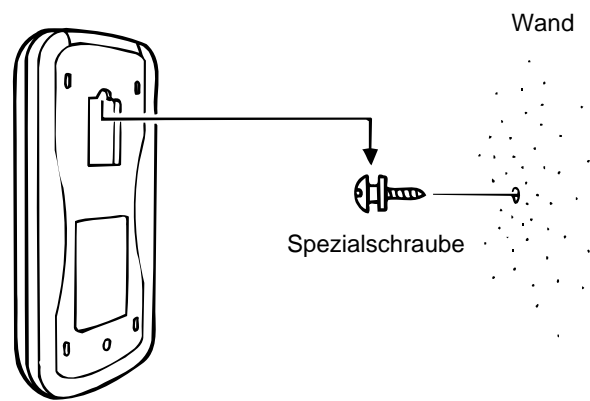

Abb.7a
- 3) Nachdem der korrekte Betrieb sichergestellt ist, schrauben Sie die mitgelieferte Spezialschraube mit einem Schraubendreher in die Wand (Abb.7a)